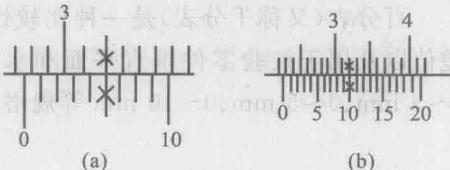

图 1-10 游标卡尺的读数方法
① 读出游标零线左面尺身上的毫米整数,如图 1-10 所示;
② 读出游标上哪一条刻线与尺身刻线对齐,且将游标上对齐的刻线数乘以该尺的精度数,得出数值;
③ 把以上两个尺寸加起来即为测得尺寸。